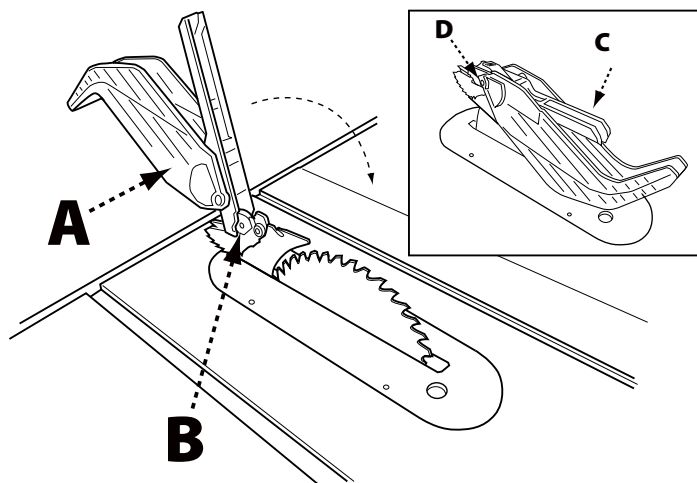

FIGURE 13
1. Tout en maintenant l'ensemble protège-lame (A) en position verticale, accrochez le goujon de guidage (B) à l'extrémité arrière de l'ensemble protège-lame dans la fente sur le bord arrière du couteau diviseur.
2. Faites tourner l'ensemble protège-lame vers l'avant de la scie jusqu'à ce que la partie métallique (C) de l'ensemble protège-lame soit parallèle à la table comme le montre la Figure 13.
3. Tout en maintenant enfoncé l'avant de la partie métallique du protège-lame (C), appuyez sur le levier de verrouillage du protège-lame (D) jusqu'à ce qu'il s'enclenche en position verrouillée. Assurez-vous que le protège-lame est verrouillé sur le couteau diviseur en tirant sur le protège-lame. Si le protège-lame n'est pas verrouillé, le levier de verrouillage du protège-lame retournera à la position déverrouillée.
**⚠ AVERTISSEMENT :** Si la partie métallique de l'ensemble protège-lame (C) n'est pas parallèle à la table, le couteau diviseur n'est pas dans la position relevée. Retirez l'ensemble protège-lame et les doigts anti-retour et relevez le couteau diviseur, puis réinstallez les doigts anti-retour et l'ensemble protège-lame.